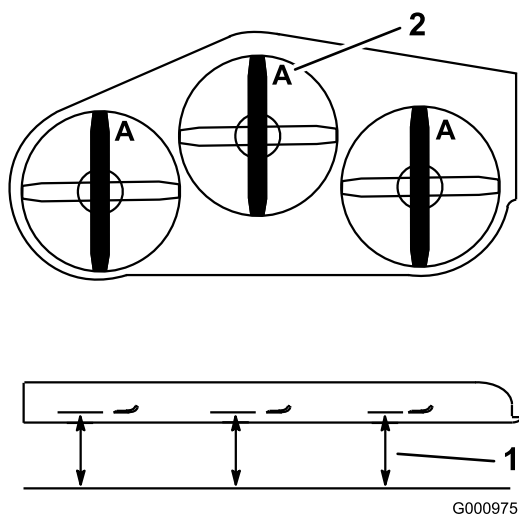

**Figura 89**
1. Controllate i taglienti (Figura 89). Se i taglienti non sono affilati o mostrano delle tacche, togliete le lame e affilatele. Vedere Affilatura delle lame.
2. Controllate le lame, in particolare l'area curva (Figura 89). In caso di danni, usura o scanalature nell'area (Figura 89), montate immediatamente una nuova lama.